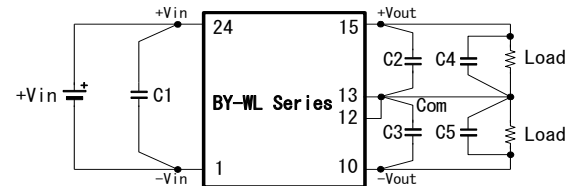

図11
□ BY05-12W06L の出力ノイズ (図11の回路にて実測)